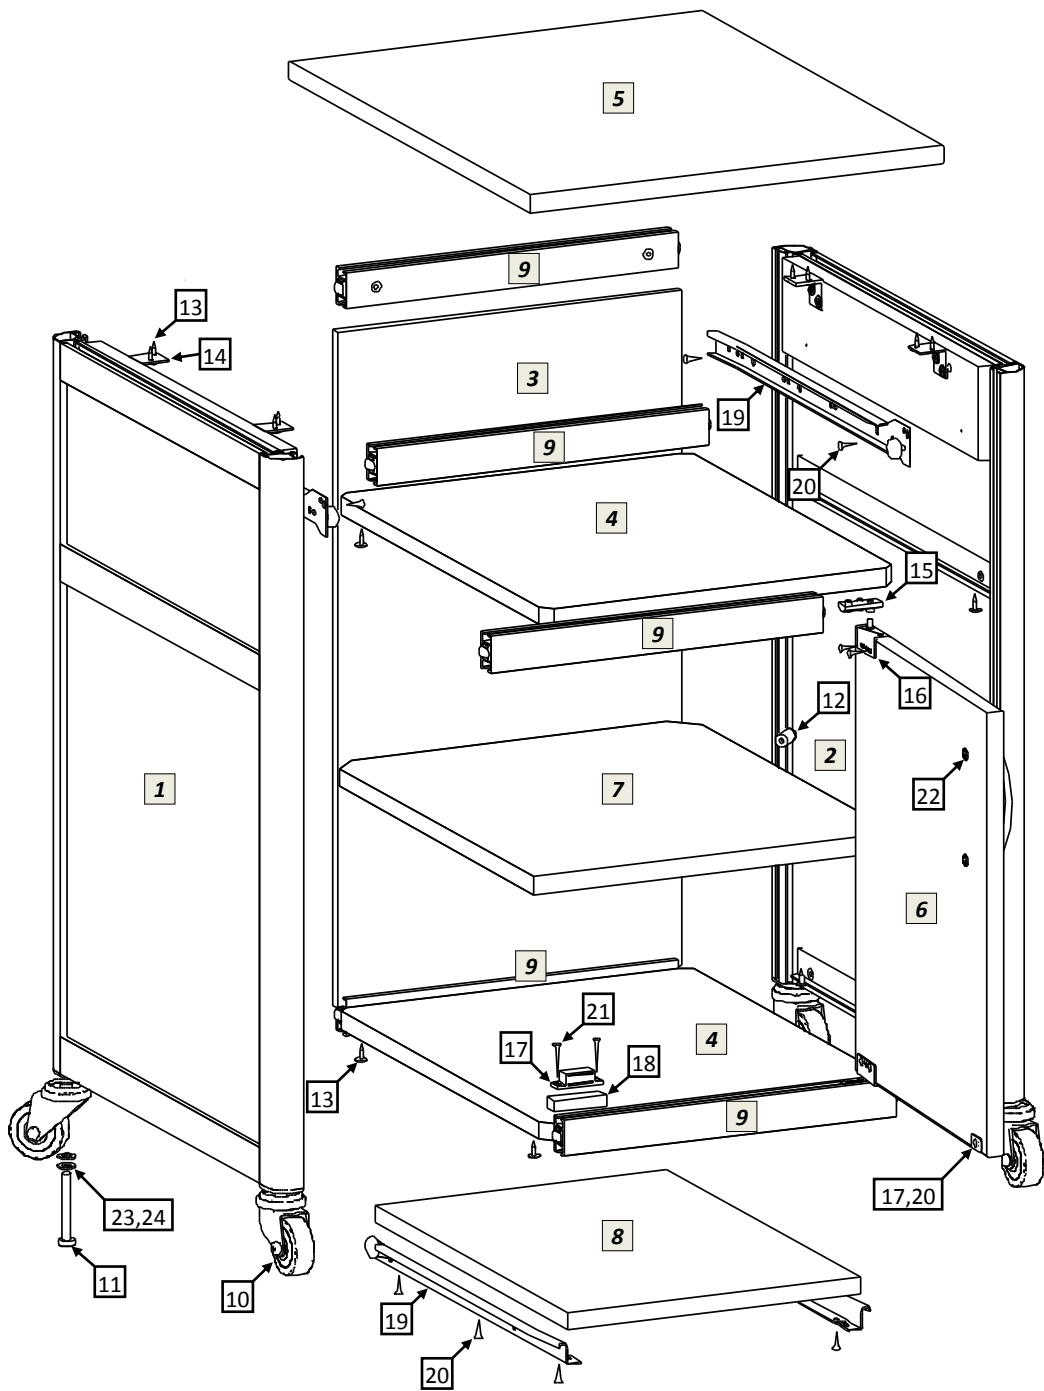

рис.1
- 5.1 Распаковав тумбу, внимательно ознакомьтесь со схемой сборки, изображённой на рис.1. Согласно позициям на схеме и комплектовочной ведомости определите расположение деталей в изделии и порядок их сборки. Сборка производится на ровном полу, укрытом материалом, предотвращающим повреждение покрытия пола и деталей мебели. Подготовьте необходимые для сборки инструменты – плоскую и крестовую отвёртки, молоток, рулетку или линейку, гаечный ключ 13мм для установки колёсных опор, шуруповёрт.
- 5.5 Как показано на рис.1 соберите выдвижную полку [8] и установите её в корпус тумбы, установите полку [7] на полкодержатели. Отрегулируйте зазоры двери - ослабляя и затягивая после сдвига винты установочных площадок поворотных петель.